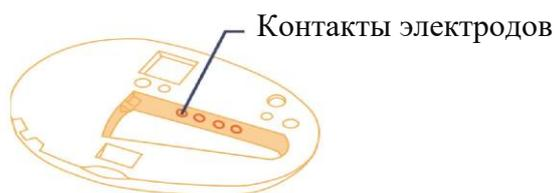

Рисунок 2 – Контакты трансмиттера
- Очистите трансмиттер (при необходимости): Очистите контакты электродов (рисунок 2) и поверхность трансмиттера.